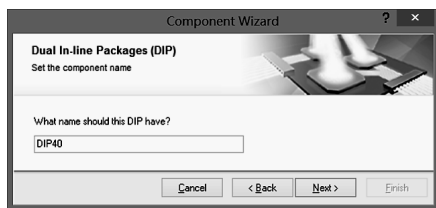

图 9-2-8 封装命名界面
(7) 单击【Next】按钮为元器件封装命名。在编辑框中输入 DIP40 ，作为 PCB 元器件封装名称，如图 9-2-8 所示。